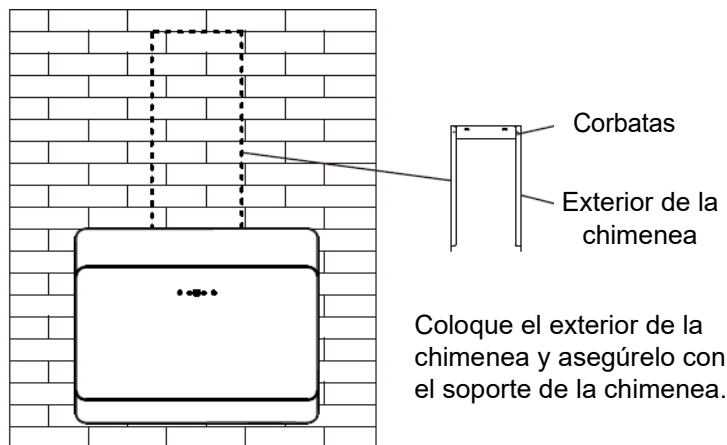

Ilustración 3
7. Coloque el exterior de la chimenea y asegúrelo con el soporte de la chimenea. (Ver ilustración 3)